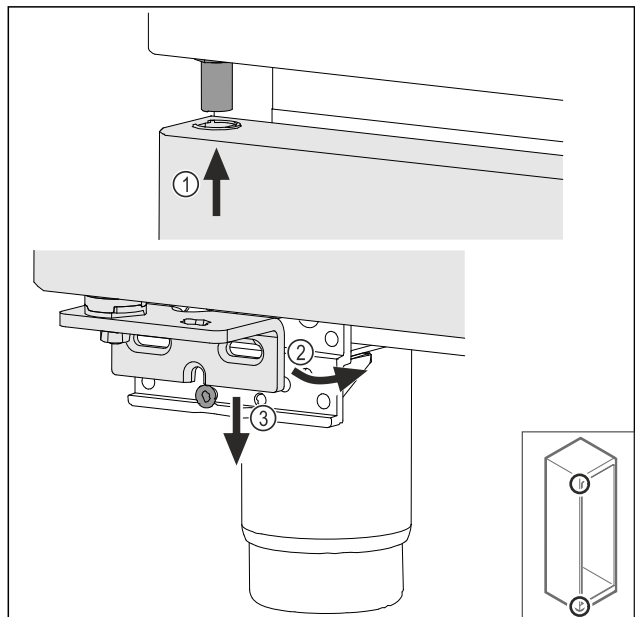

Fig. 43
- ▶ 使门稍微倾斜，并从顶部穿入 Fig. 43 (1)，摆正门 Fig. 43 (2) 并将底部安放在托架螺栓 Fig. 43 (3) 上。